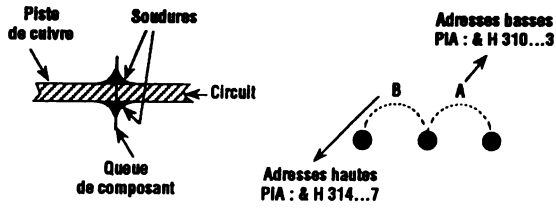

Fig. 9.8
- souder les quatre straps, ainsi que le strap en A ou B selon les adresses choisies. Ne pas oublier la soudure côté composants de trois straps (*fig. 9.8*),